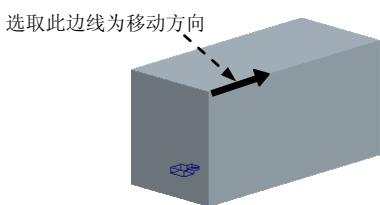

图 12.47 移动滑块
Step2. 开模步骤 1: 移动滑块。选取图 12.47 所示的边线为移动方向, 移动的距离值为 -60, 并按 Enter 键, 选择 **Done (完成)** 命令, 完成滑块的开模动作。